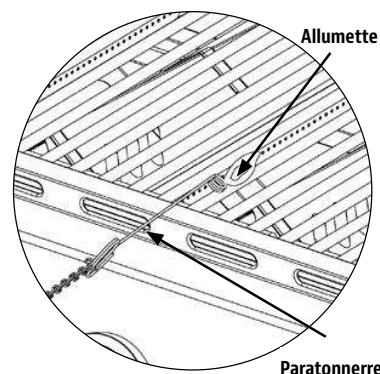

FIG. 3
- Si l'allumeur n'allume pas le brûleur, utilisez une allumette allumée et sécurisée avec une tige d'allumage (fournie avec le grill) pour allumer les brûleurs. Accédez aux brûleurs par la grille de cuisson et les plaques chauffantes. Positionnez l'allumette allumée à côté du brûleur (Fig. 3).